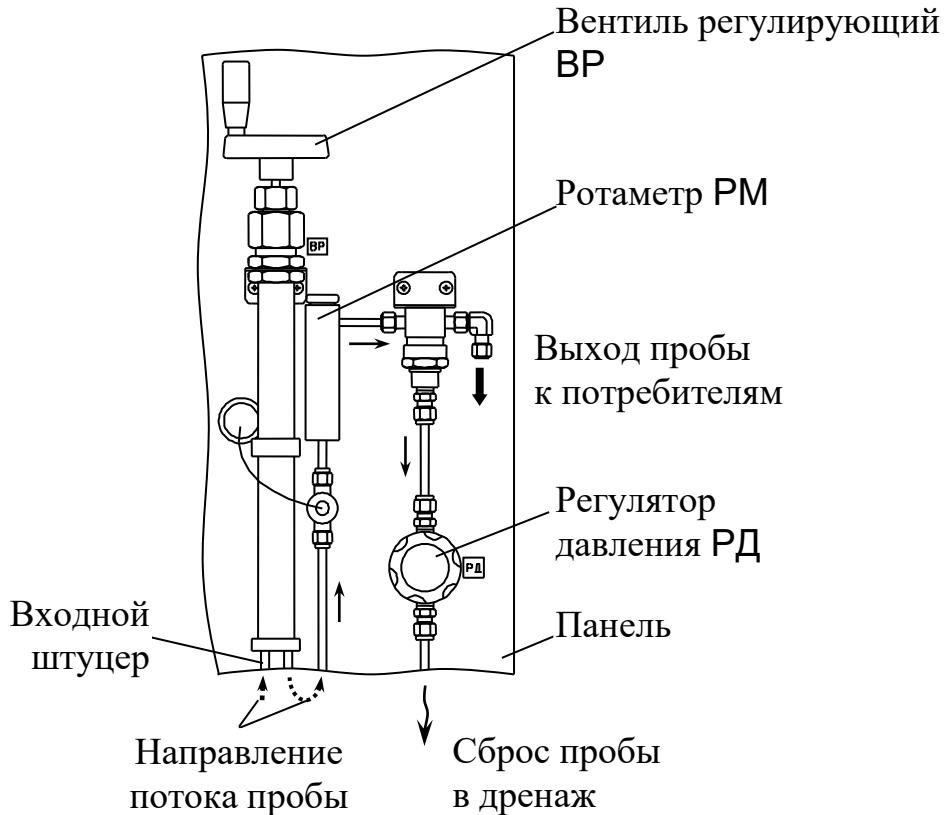

Рисунок 2.18 – Настройка УПП в режиме РАБОТА
- установить вентилем ВР необходимый расход пробы по ротаметру РМ (рисунок 2.18);